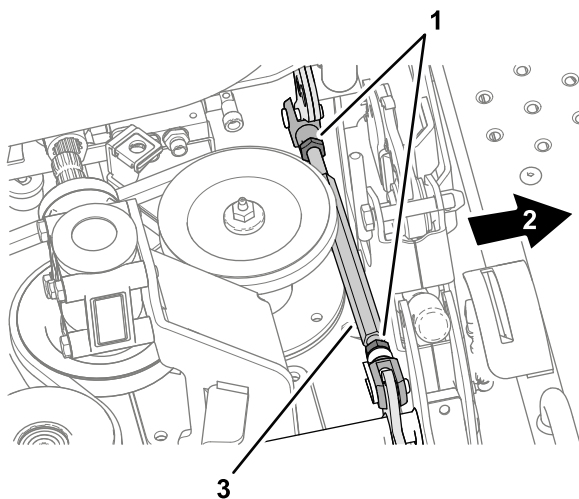
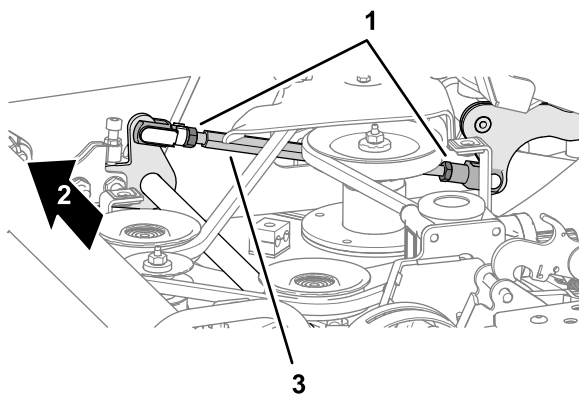

Figura 128
Figura 129
- B. Slăbii contrapiuliile pentru elementele de reglare a înclinării punii (Figura 128 i Figura 129) din fiecare parte a punii.